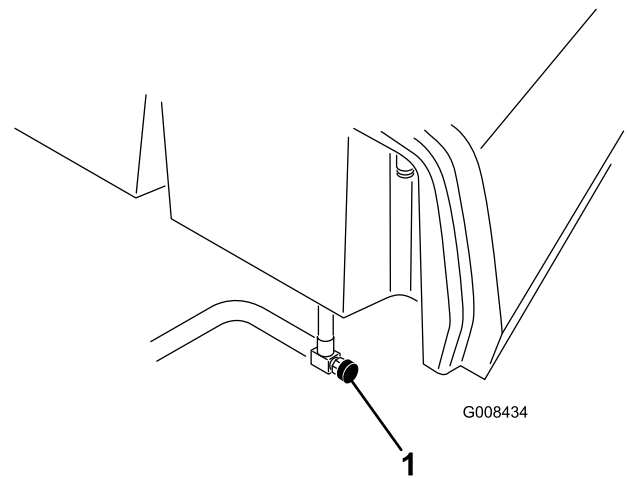

Figura 38
1. Cierre la válvula de cierre de combustible (Figura 38), situada debajo del depósito de combustible.